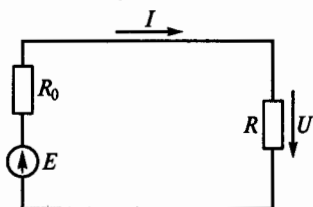

Рис. 5
1.9. Как выразить напряжение  $U$  через параметры цепи  $E$ ,  $R_0$ ,  $R$ , схема которой приведена на рис. 5?